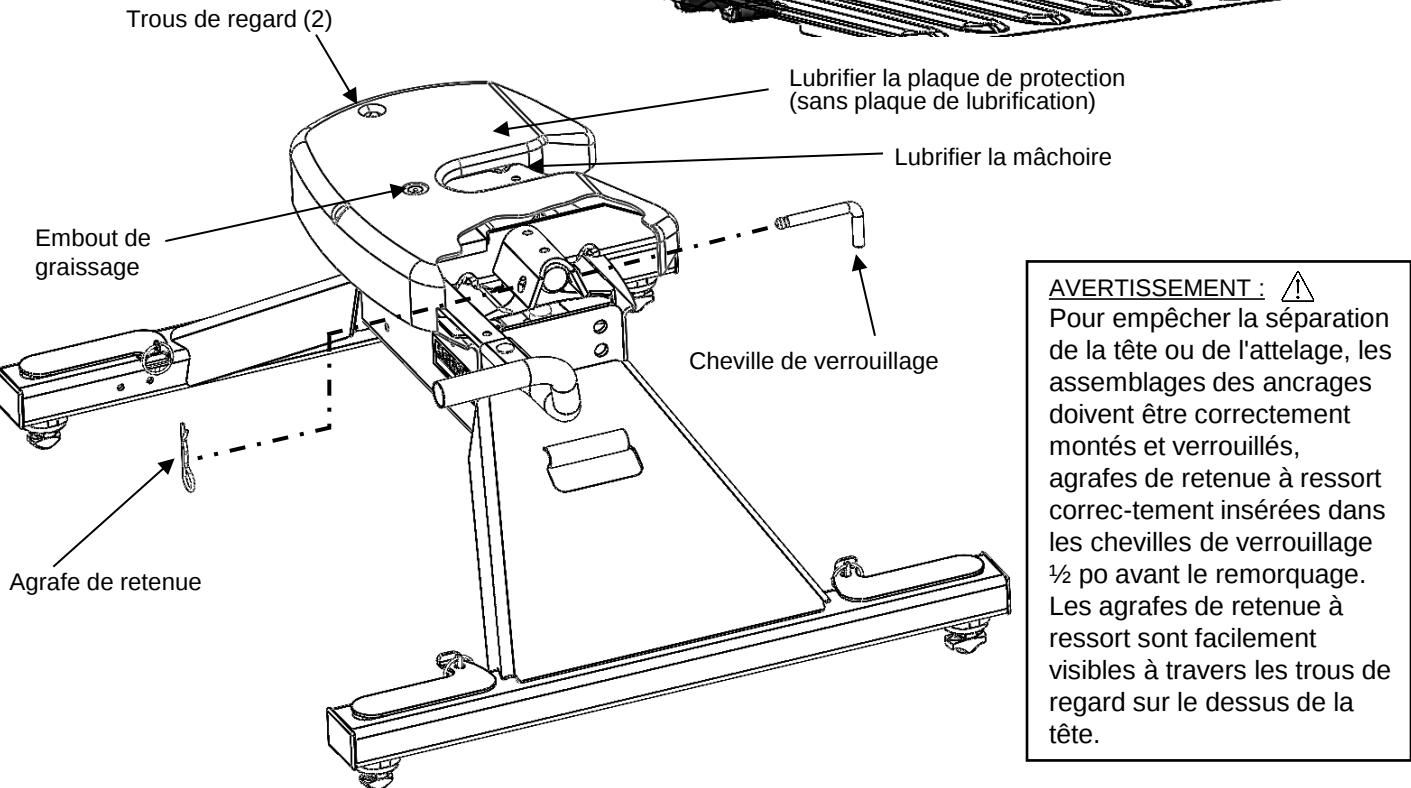

Figure 14 : Cheville et agrafe (vue en coupe de la plaque de protection)
- Lubrifier la mâchoire et la plaque de protection (si une plaque de lubrification n'est pas utilisée) à l'aide d'une graisse pour châssis de qualité automobile (voir la Figure 14). La cheville de la mâchoire a été graissée à l'usine. Pour assurer un fonctionnement en douceur de la mâchoire, il convient d'ajouter de la graisse tous les 6 mois dans les embouts de graissage sur le dessus de la tête (voir Figure 14). Consulter la section Lubrification de ce manuel.
6. Insérer la cheville de verrouillage et l'agrafe de chaque côté de la tête pour fixer la section centrale de l'attelage (Figure 14).
1. Enlever la cheville de verrouillage et l'agrafe de chaque côté de la tête (Figure 14).